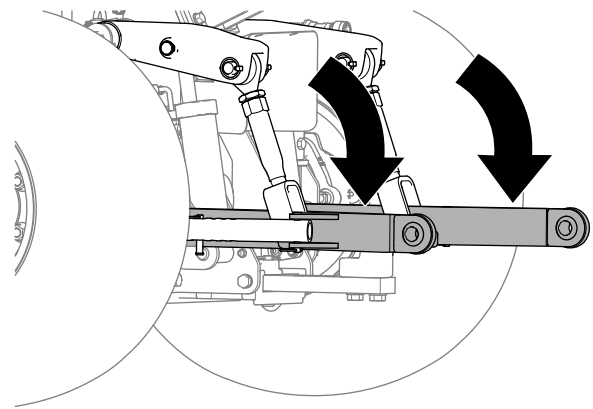

Figura 14
- Baje los brazos de enganche inferiores de la unidad de tracción (Figura 14).